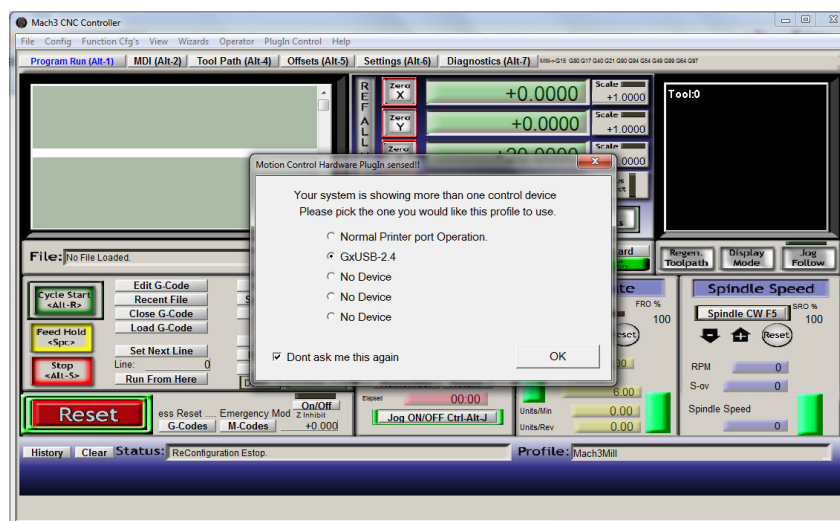

Figura 19
- Inicie o MACH3, deverá aparecer a caixa diálogo para a seleção do *plugin* (Figura 19):